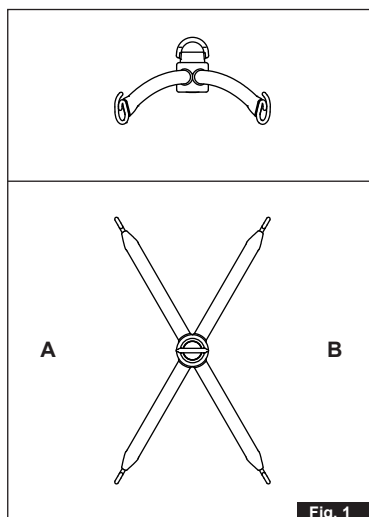

Fig. 1
Sejlets benstropper placeres på løftebøjle's kroge (A). Sejlets rygstropper placeres på krydsbøjle's kroge (B) (Fig. 1).
Place the lifting sling's leg straps on the lifting arm hooks (A). Place the lifting straps from the back of the sling on the lifting arm hooks (B) (fig. 1).
Hängen Sie die Beinschlaufen des Hebesitzes an die Haken des Kreuzbügels (A). Hängen Sie die Schlaufen, die sich auf der Rückseite des Hebesitzes befinden an die Haken (B) (Abb. 1).